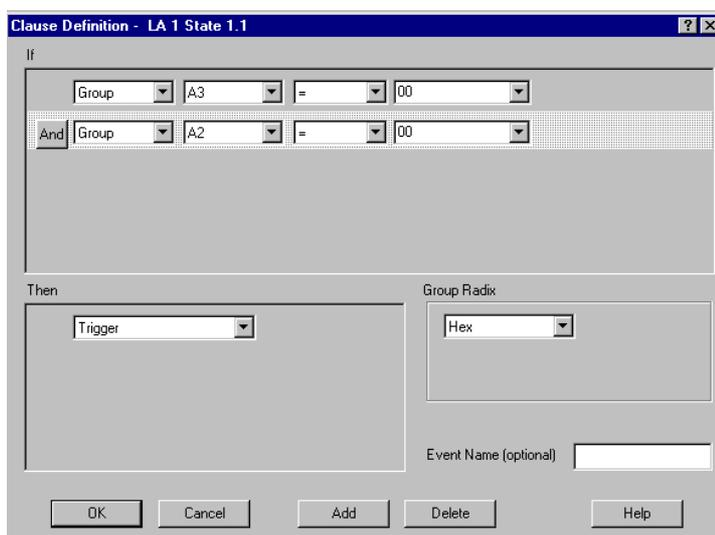

図 3-50 : State 1 の設定
5. 追加されたドロップ・ダウン・リスト・ボックスに[Group]を選択します。表示された最初のドロップ・ダウン・リスト・ボックスに[A2]を選択し、最後のテキスト・ボックスに“00”を入力します（図 3-50）。